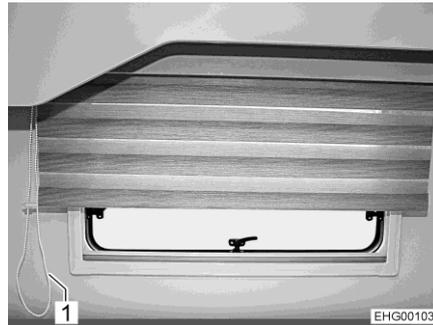

Fig. 110 Store Vario, zone arrière
- Tirer sur la corde de la chaînette (Fig. 110,1) qui ferme le store Vario-Rollo jusqu'à ce que ce dernier soit dans la position désirée.
- Tirer sur la corde de la chaînette (Fig. 110,1) qui ouvre le store Vario-Rollo jusqu'à ce que ce dernier soit dans la position désirée.